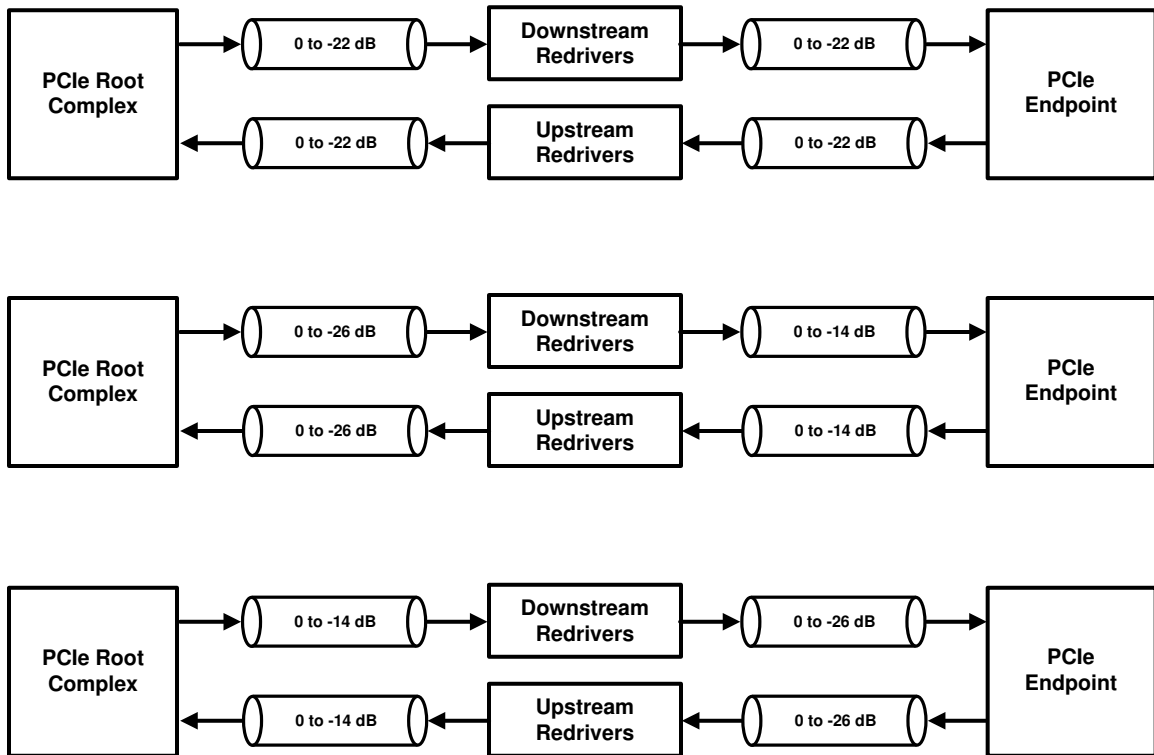

图 5-1. 转接驱动器放置选项：处于同一位置的上游和下游转接驱动器
- 位于 PCIe 链路中间的转接驱动器实现了链路的最大扩展，如图 5-1 的第一个框图中所提示。
- 将转接驱动器放置在距离上游或下游 PCIe 发送器小于 -14dB 的位置会线性地减少链路的最大覆盖范围。如图 5-1 的第 2 个和第 3 个框图中所示，放置在与 PCIe 根复合体或端点相距 -14dB 处的转接驱动器可达到 -40dB 的覆盖范围。但是，将转接驱动器放置在与 PCIe 根复合体或端点相距 -8dB 处会将链路最大覆盖范围限制在 -34dB。